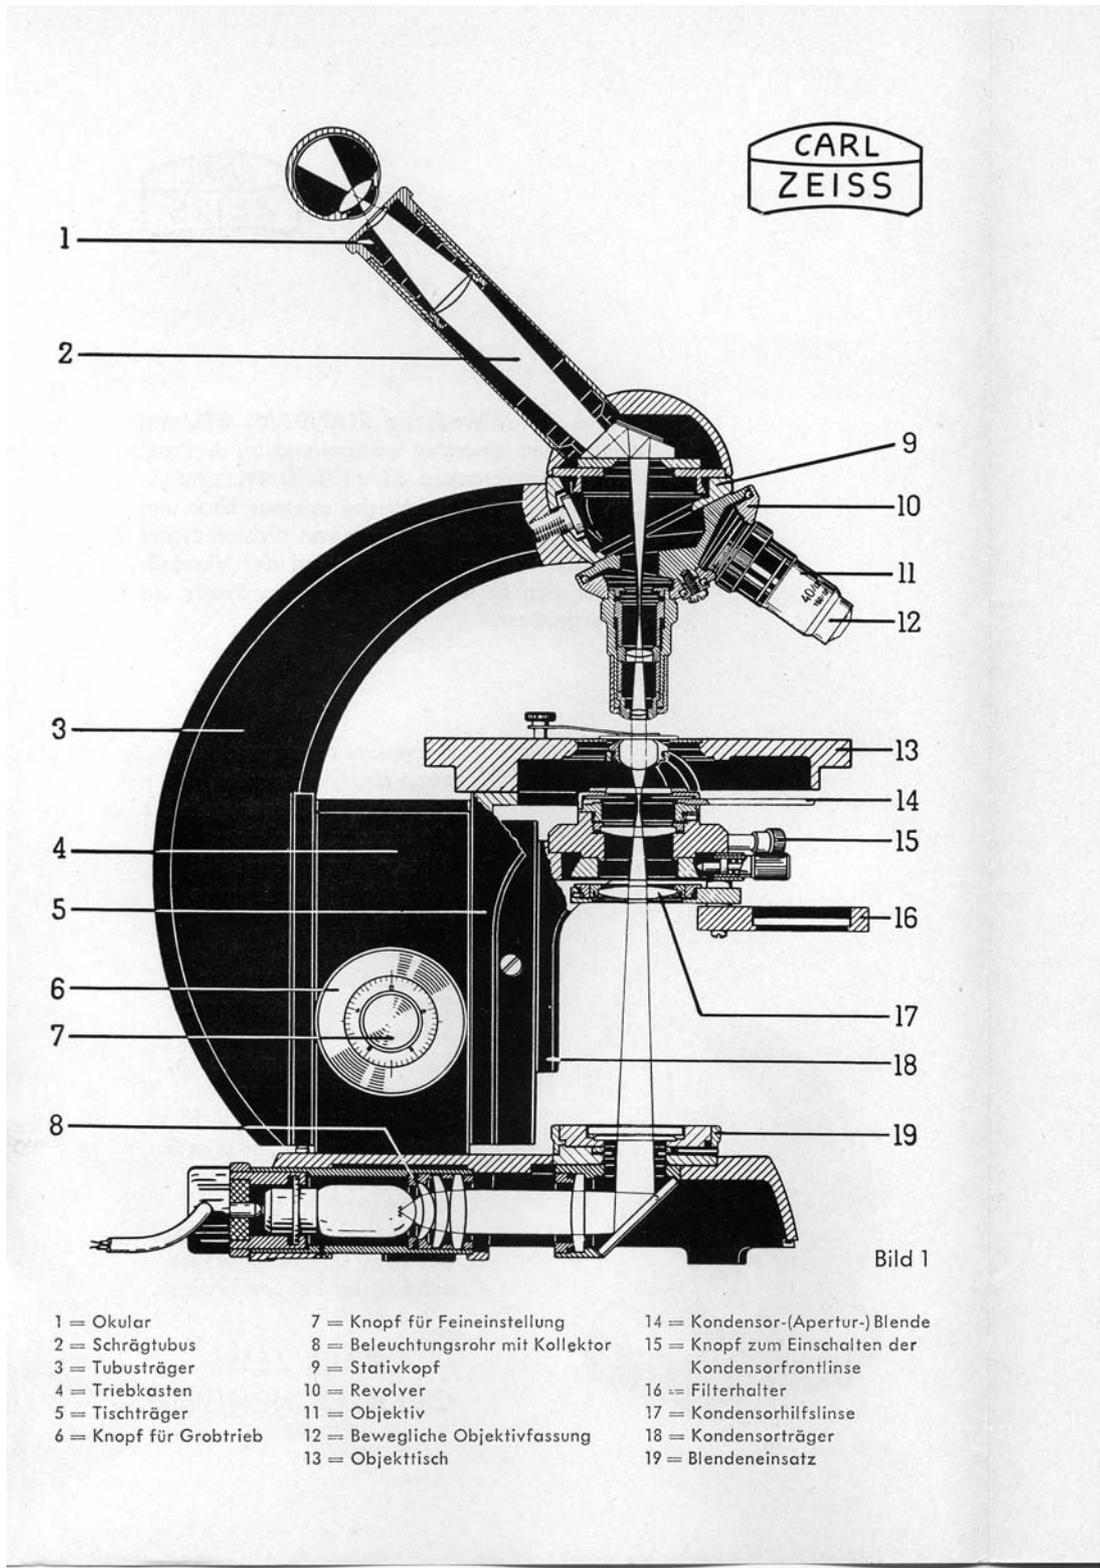

Bild 1
- 3.1 **Der Grobtrieb** (6 in Bild 1) wirkt am STANDARD WL auf den Tisch, am STANDARD GFL auf den Tubusträger (3). Auf einer Grobtriebachse des Mikroskops ist ein Rändelring angeordnet, mit dem sich der Gang dieser Einstellbewegung regulieren läßt. Wird dieser Rändelring in Richtung des auf dem Flansch angebrachten Pfeiles — auf **Fest** — gedreht, so wird der Gang des Grobtriebs schwerer gestellt, in entgegengesetztem Sinne leichter. Gewöhnlich läßt sich dieser Rändelring zusammen mit dem Grobtriebknopf (6) drehen. Ist er gelegentlich zu stark angezogen, setzt man in eine seiner Bohrungen den mitgelieferten Stift als Hebel ein. Vermeiden Sie es bitte, ihn zu fest anzuziehen oder zu locker einzustellen.
- 3.2 **Die Feinbewegung** (7 in Bild 1) wirkt auf den Objektisch (13). Der Gesamthub seiner Bewegung beträgt etwa 2 mm. Die Feinbewegung soll möglichst in der Mitte zwischen den beiden Anschlägen benutzt werden. Ihre Stellung ist an der Seite des Triebkastens (4) mit weißen Strichen markiert, an der die Grobtriebbremse angeordnet ist.
Unsere Objektive (11 in Bild 1) sind für eine mechanische Tubuslänge von 160 mm korrigiert. Auf ihrer Fassung sind Einzelvergrößerung und Apertur angegeben (z. B. 40/0,65). Außer den schwachen Systemen und den Ölimmersionen sind die Objektive zur Beobachtung von Präparaten berechnet, die mit einem Deckglas von 0,17 mm abgedeckt sind. Objektive „oD“ dagegen sind zur Untersuchung ungedeckter Präparate bestimmt. Die Bezeichnung „Ph“ tragen die Phasenkontrast-Objektive,